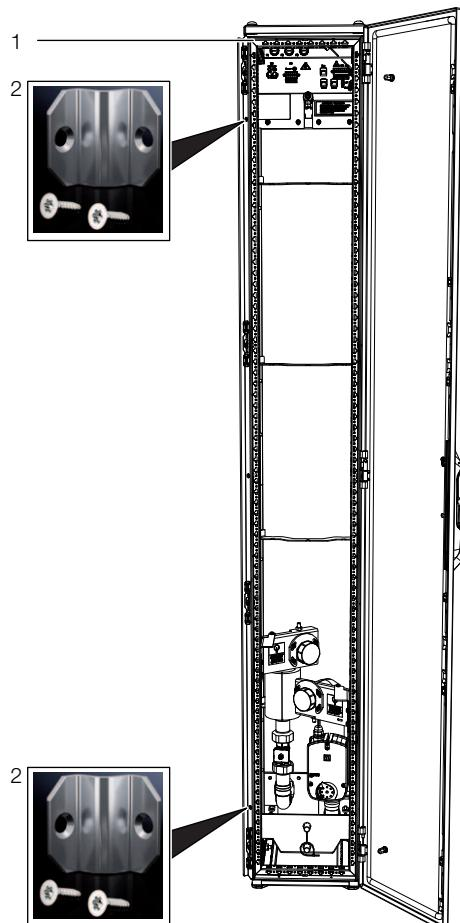

Abb. 39: LCP Rack – Rückseite
- Befestigen Sie je zwei Anreihverbinder (5301.310, Abb. 39, Pos. 2) mit den zugehörigen Befestigungsschrauben an den vorgesehenen Befestigungspunkten in den Montageleisten auf der Vorder- und Rückseite des LCP Rack bzw. des LCP Inline Flush (Abb. 39, Pos. 1).